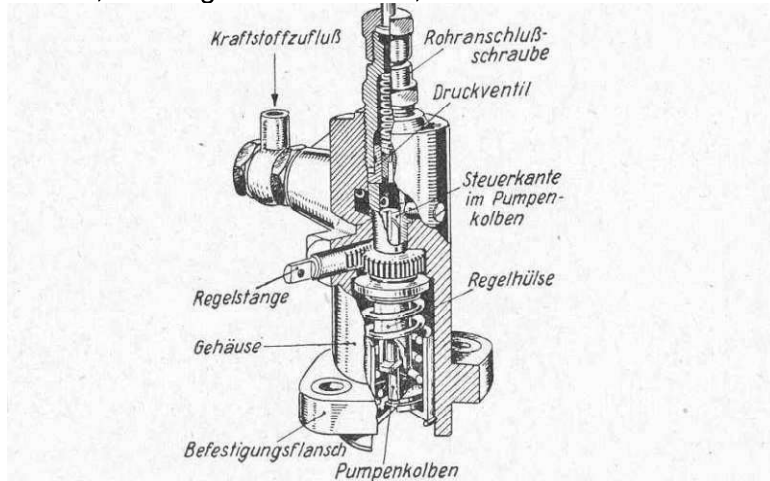

Bild 14 BOSCH – PF – Einspritzpumpe mit Fremdantrieb
Man unterscheidet bei BOSCH – Einspritzpumpen solche mit Eigenantrieb (PE) und Fremdantrieb (PF). Die Einspritzpumpe mit Eigenantrieb, also die PE Pumpe hat eine eigene Nockenwelle im Pumpengehäuse, während die PF – Pumpe (Bild 14) keine eigene Nockenwelle hat, sondern eine fremde, d.h. in dem betreffenden Motor eingebaute Nockenwelle. Man unterscheidet ferner A-, B- und Z Einspritzpumpen. Die A- Pumpen haben Pumpenkolbendurchmesser von 4 – 10mm, die B – Pumpen von 5 – 10mm und die Z Pumpen von 10 – 13mm. Hauptsächlich kommen im Fahrzeug - Dieselmotorenbau A – und B Pumpen vor, deren Pumpenkolben also einen Durchmesser von 5 – 10mm haben können. Aus nachfolgender Tabelle ersieht man die Hauptkennzeichen der verschiedenen Boschpumpen: